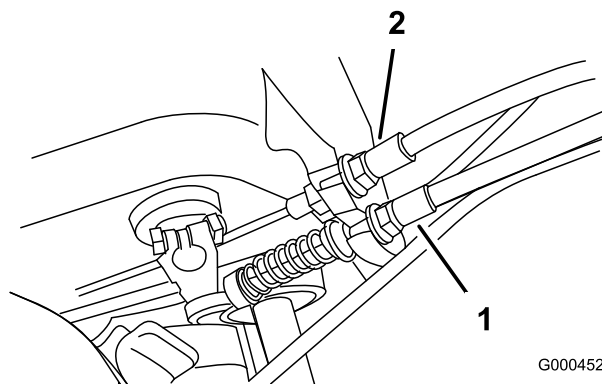

図 42
2. 走行ケーブルの前ジャム・ナットをゆるめ、後ジャム・ナット (図 42) を締めてケーブルの張りを出し、5.4~7.3 kgの力で走行コントロールがつかないようにする。